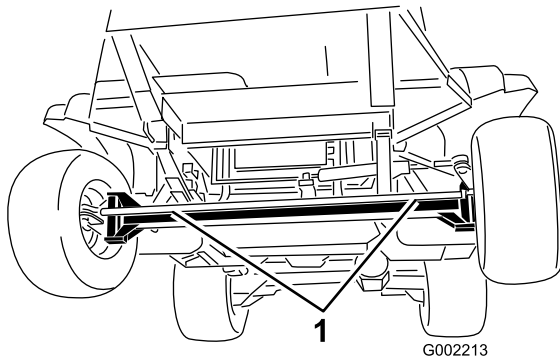

**Figure 52**
- Tournez la vanne de remorquage (Figure 52) de 90° dans un sens ou dans l'autre pour l'ouvrir.